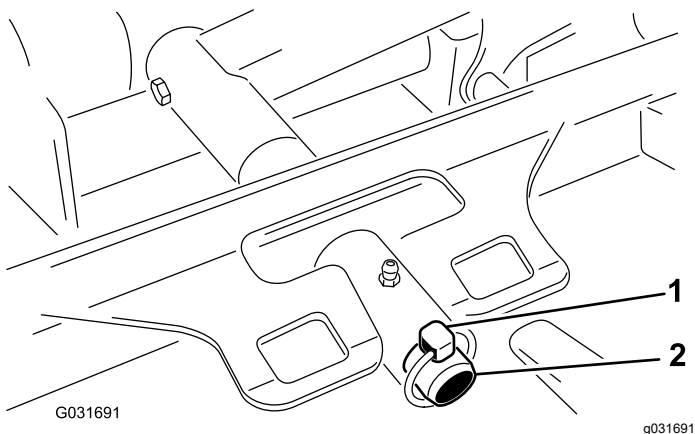

Figura 96
3. Scoateți tiftul de prindere care fixează suportului punii pe cadru la tiftul de pivotare al braului de ridicare (Figura 96).
3. Glisați cadrul suportului de punte pe tiftul de pivotare al braului de ridicare și fixați-l cu tiftul de prindere (Figura 96).